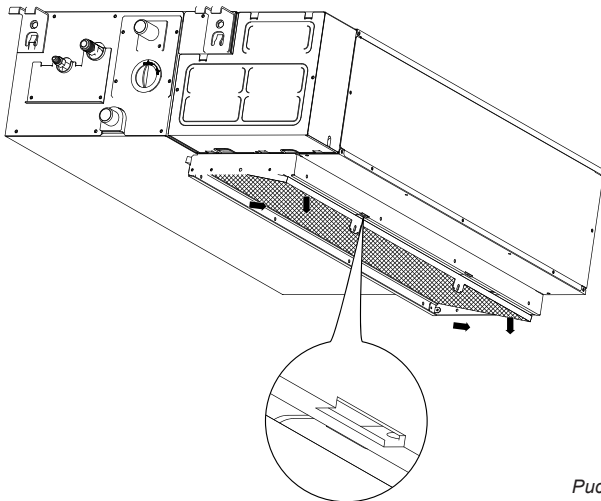

Рис. 5-2
- Если в во внутреннем блоке воздушный фильтр расположен снизу, слегка нажмите на него вверх, чтобы вывести фиксатор положения из отверстий фиксации фланца, и снимите фильтр, перемещая его в направлении стрелки (см. рис. 5-2).